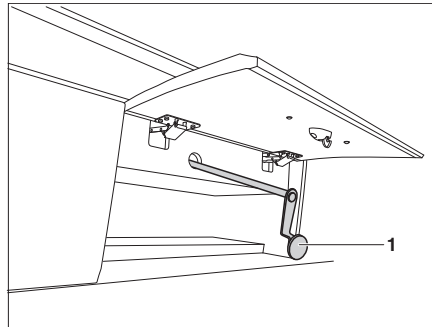

Fig. 164 Mando de emergencia de la cama elevada eléctrica
- ▶ Durante un corte de corriente, la cama elevada eléctrica también puede ser accionada con una manivela de emergencia (Fig. 164). Ésta se encuentra detrás de una trampilla del compartimento.